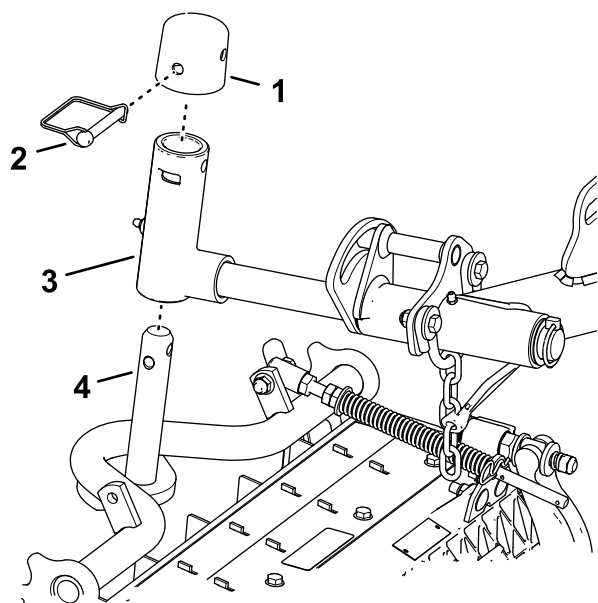

Figura 24
1. Glisai o unitate de tăiere sub braul de ridicare (Figura 24).